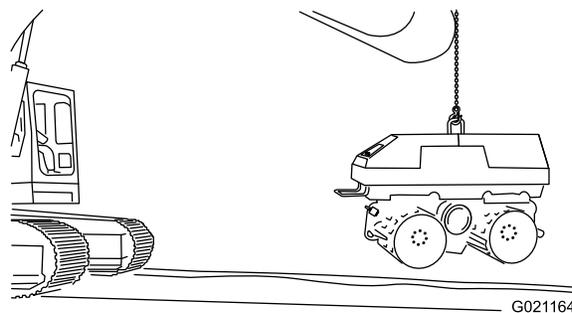

Figura 45
- A. Conecte el equipo de elevación a la argolla de elevación de la máquina (Figura 45); consulte Izado de la máquina (página 30).
- B. Eleve lentamente el equipo de elevación para girar la máquina hasta que la parte superior de la máquina está hacia arriba (Figura 45).